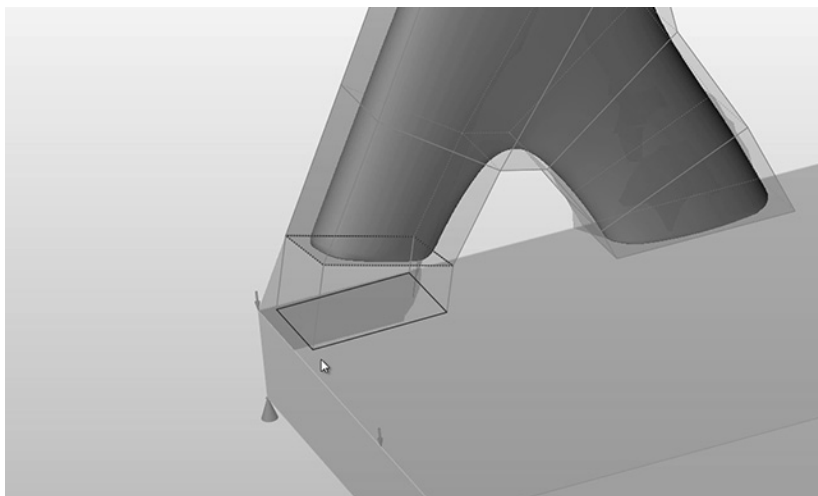

图 15-9
7) 最后, 将顶拱的底部连接至底座的顶面, 如图 15-9 所示。